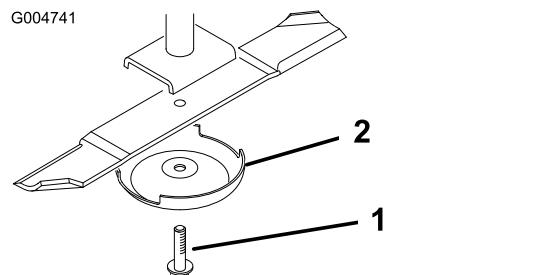

Bild 24
3. Entfernen Sie die Messerschraube, die Antiskalpiercuppe und das Messer von der Spindelwelle (**Bild 24**).